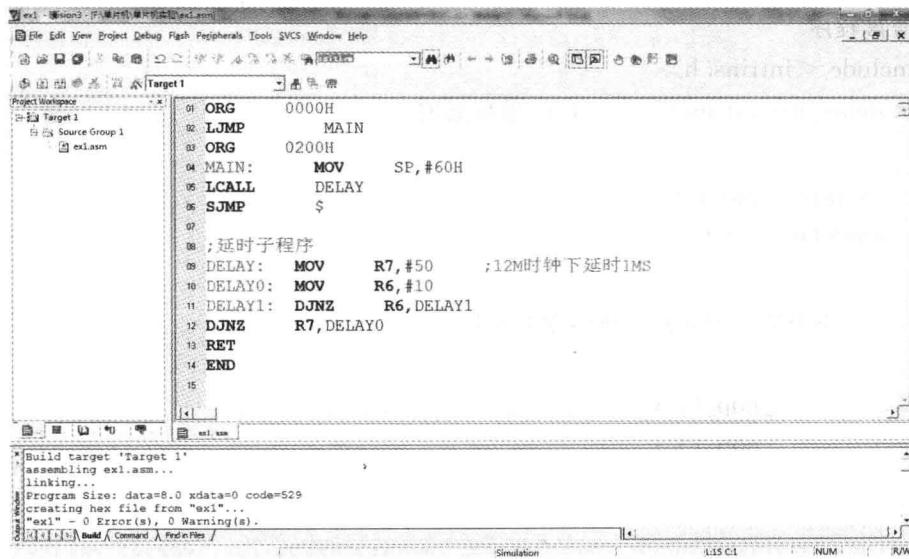

图 1-9 工程编译界面
6. 工程编译：选择菜单【Project】→【Rebuild all target files】后，程序会进行编译。若没有错误则生成相应的工程名 .hex 的文件，用于下载程序到单片机上单独硬件运行，如图 1-9 所示。